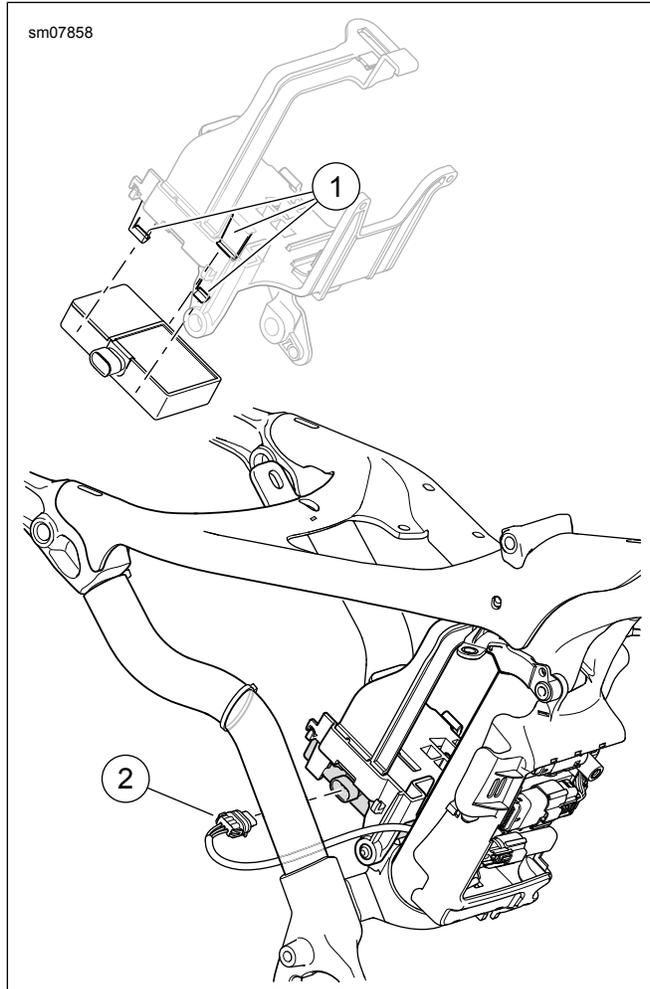

Figure 3. Sportster
3. Figure 3 Faites glisser la sirène dans le plateau de la batterie avec le disque piézoélectrique vers le bas. Assurez-vous que les onglets (1) verrouillent la sirène en place.
4. Connectez le connecteur [142B] (2) à la sirène.